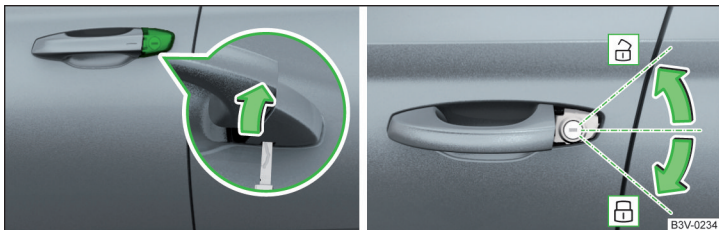

Abb. 345 Griff an der Fahrtür: Schlossabdeckung aufklappen / ent- und verriegeln
- Den Schlüssel in die Aussparung an der Unterseite der Abdeckung einschieben und die Abdeckung in Pfeilrichtung aufklappen » Abb. 345.